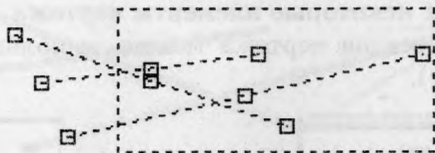

Рис. 1.18. Выбор объектов рамкой
2) либо выбираем сразу группу объектов прямоугольной рамкой, задаваемой движением мыши (рис. 1.18). Если рамка сформирована движением курсора справа налево — будут